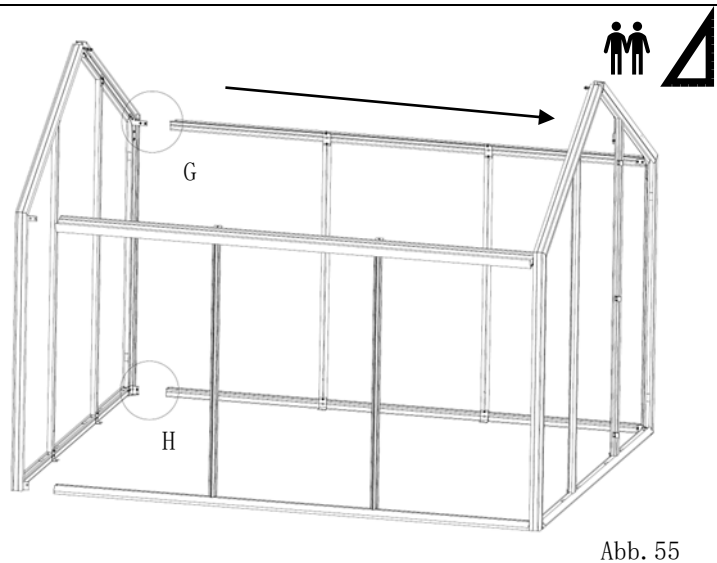

Abb. 55
- falls notwendig, kann das Bodenprofil vom Eckverbinders (Pos. V1) leicht weggedrückt werden, um die Sechskantschraube (Pos. SM2) in die Bohrung des Eckverbinders (Pos. V1) zu stecken! (Abb. 55)